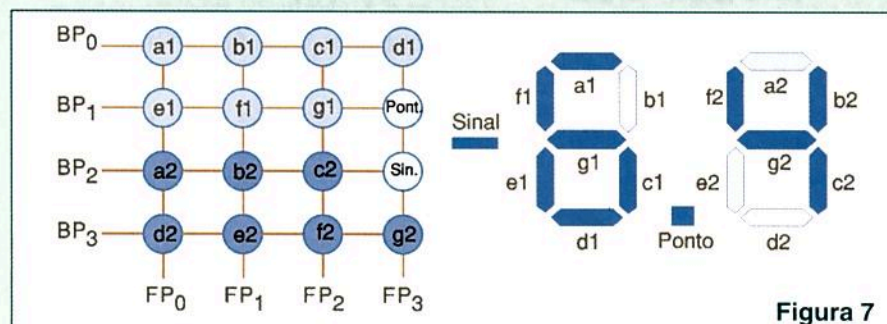
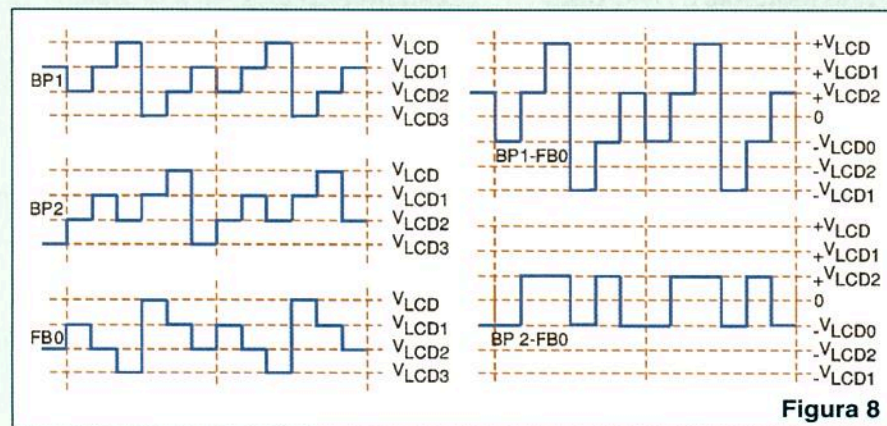

Figura 7
Figura 8
É por isso que os LCD disponíveis têm, via de regra, seus segmentos associados a *back planes* (BP) e *front planes* (FP), como em uma organização matricial (figura 7).
A figura 8 traz exemplos típicos de formas de onda a serem aplicadas aos terminais do *display*. As formas das ondas são cuidadosamente elaboradas para que, numa determinada condição, "liguem" somente as combinações FP e BP que se deseja. As ondas são baseadas em 4 níveis de tensão (incluindo zero). Imagine as curvas da esquerda (BP1, BP2 e FP0) sendo aplicadas ao esquema da figura 7.
As curvas da direita da figura 8 mostram as formas de onda diferenciais BP1 - FP0 e BP2 - FP0, que equivalem (verifique na matriz da figura 7) aos segmentos e1 e a2 (ainda da figura 7), respectivamente. A amplitude da tensão diferencial BP1 - FP0 é suficiente para "ligar" o segmento e1. No caso de BP2 - FP0, a amplitude não é suficiente para "ligar" o segmento a2, apesar de FP0 ser comum aos dois segmentos.